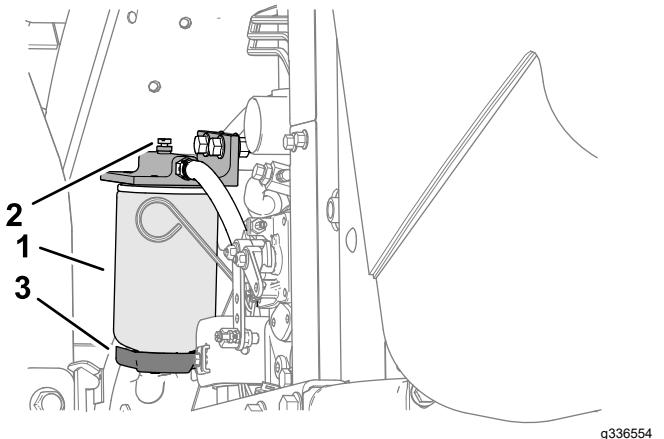

Figura 77
4. Allentate la valvola di spurgo situata nella parte inferiore della scatola del filtro (Figura 77).
3. Pulite la superficie circostante la scatola del filtro (Figura 77).